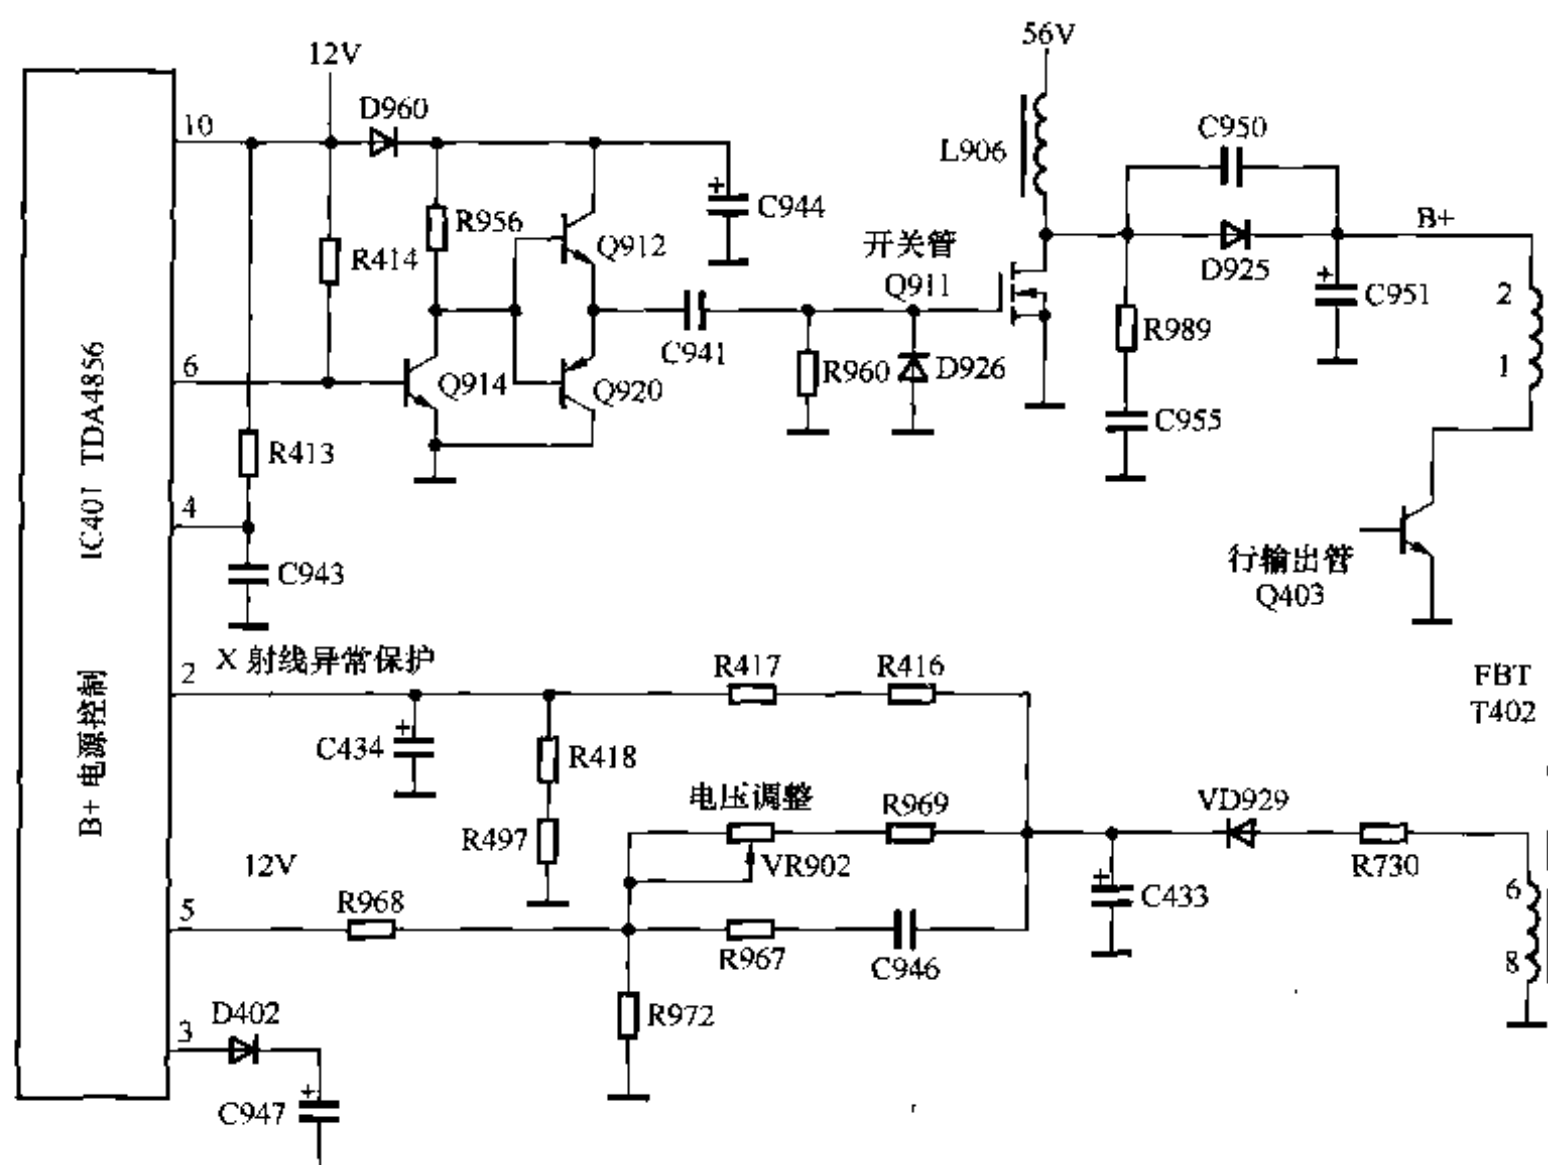

图 9-1 联想 LH-GJ556 型彩显的行输出电源电路
行输出电源是以 IC401 (TDA4856) 内部的控制电路、储能电感 L906、N 沟道场效应管 Q911 及其驱动电路为核心构成的升压型开关电源，如图 9-1 所示。
(2) 检修方法
参见图 9-1，检修输出电压高的故障时，首先将控制芯片内的误差放大器输出端③脚对地短接（或短接软启动电容 C309）后，若开关电源输出的电压下降或消失，多为⑤脚与 T501 间的取样电路异常；若电压依旧，检查 R310、C311 和 TDA4856。